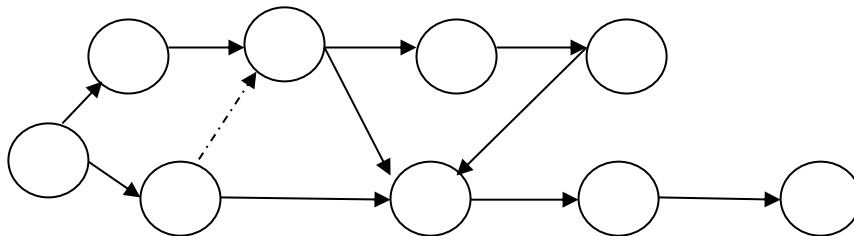

Рисунок 1 – Сетевой график монтажа
– сетевой график рисунок 1, где учитываются: трудоемкость, число смен и число рабочих.